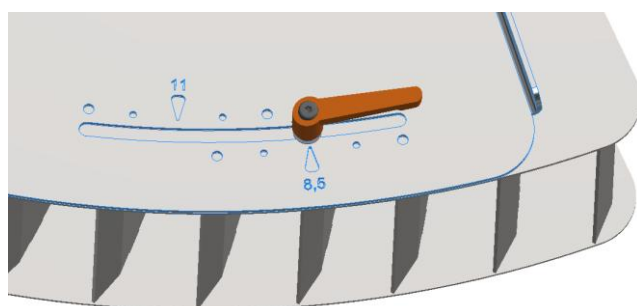

Figura 6.15 – Limitador de bordas lateral **Posição 8.5**
- Desaperte os manípulos - **B** - e faça deslizar o bloco de alhetas até que o manípulo da direita fique alinhado com a **posição 8.5** (*Figura 6.15*),